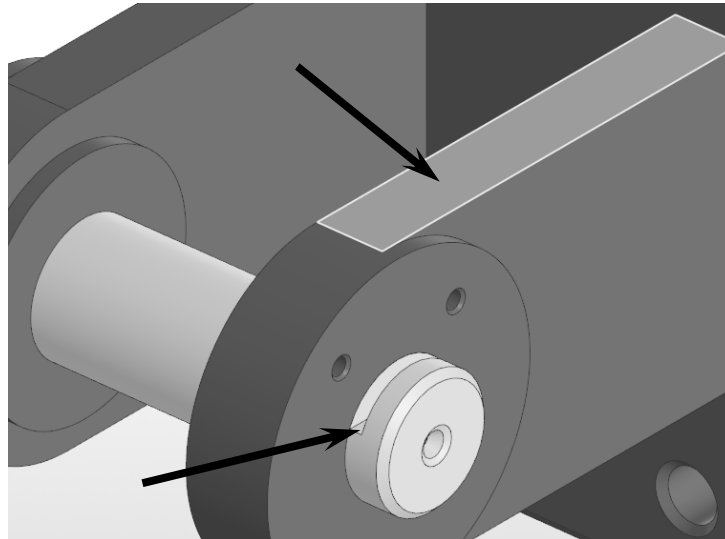

Рис. 5.6. Применение сопряжения «Параллельность»
- Для полной фиксации этих деталей между собой необходимо задать третье сопряжение. Наложите на компоненты сборки сопряжение «**Параллельность**», указав следующие грани деталей: горизонтальная плоская грань на дне паза детали «Ось», горизонтальная плоская грань на проушине детали «Вилка», как показано на рис. 5.6.